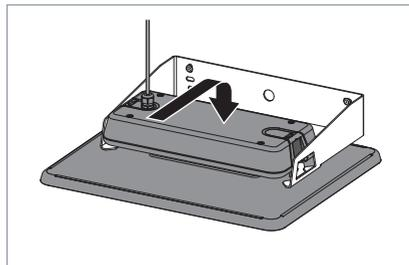

Fig. 6: Armatuur aan de wandhouder hangen.
- ▶ Hang het armatuur aan de wandhouder, zie Fig. 6.